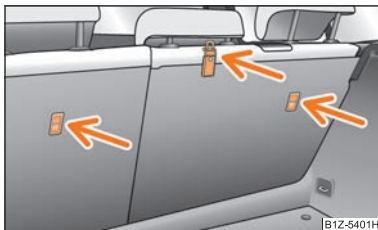

Fig. 110 Asiento posterior: Top Tether
En algunos países, las disposiciones legales vigentes exigen el equipamiento de los asientos posteriores con argollas de fijación para asientos infantiles del sistema "Top Tether" ⇒ fig. 110.
- Fije los asientos infantiles con el sistema "Top Tether" solamente en los puntos prescritos ⇒ fig. 110.